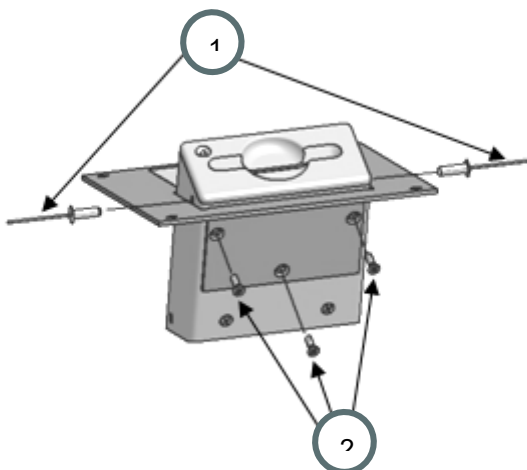

Рис.5.
1. Вставить и расклепать две заклепки 3,2x8 в боковые отверстия корпуса считывателя (см. рис. 5, поз. 1).
2. Установить считыватель на кронштейн для «врезного» крепления и закрепить тремя винтами 4x6 (см. рис. 5, поз. 2)